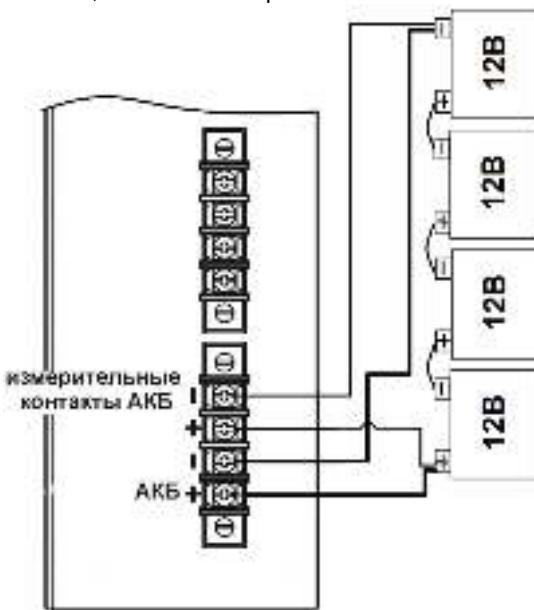

Рисунок 5 – подключение АКБ в батарею
- подключить, соблюдая полярность, внешнюю АКБ состоящую из 4-х батарей соединенных последовательно к изделию (см. рисунок 5):